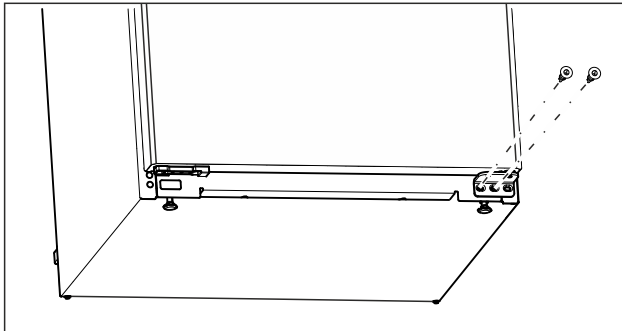

Fig. 15
- Skruva ur den mellersta skruven på undre lagerbocken med skruvmejsel Torx 20. (se Fig. 15)
- Skruva ur den invändiga skruven på undre lagerbocken med skruvmejsel Torx 20. (se Fig. 15)